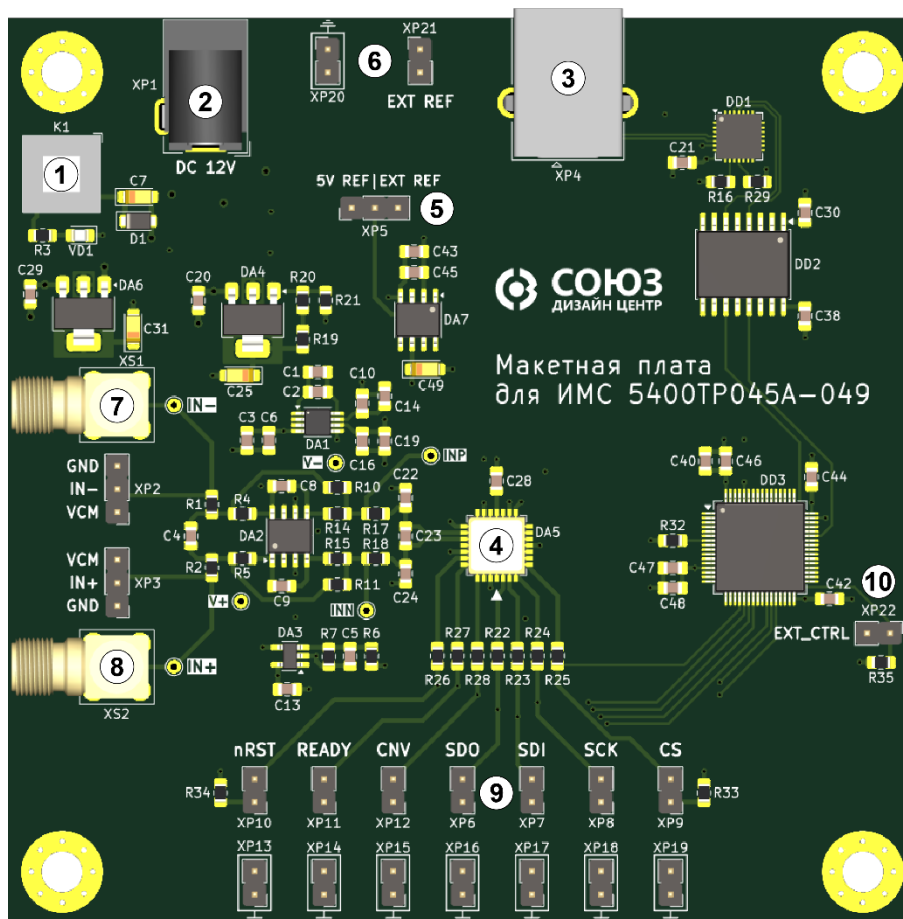

Рисунок 1. Демонстрационная плата КФЦС.441461.323
- Отладочная плата КФЦС.441461.323 (Рисунок 1 ~~Ошибка! Источник ссылки не найден.~~);
С помощью разъема XP5 (Рисунок 1, № 5) можно выбрать источник опорного напряжения, подаваемого на АЦП. Если установить перемычку между контактами 1-2 разъема XP5, то опорное напряжение будет подаваться с установленного на плате ИОН 5 В. Если установить перемычку между контактами 2-3 разъема XP5, то опорное напряжение нужно подавать на контакты «EXT REF» (Рисунок 1, № 6).
Для управления АЦП с помощью внешнего контроллера через разъемы ХР6...ХР12 (Рисунок 1, № 9) нужно установить перемычку ХР22 (Рисунок 1, № 10). Все выводы контроллера STM32 станут входами и не будут конфликтовать с внешними сигналами. **Уровень логической «1» внешних управляющих сигналов должен составлять 3,3 В.**